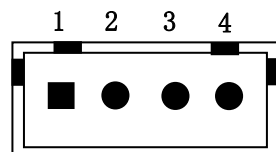

图 2-4 电源插座
- ◆ 电源插座：在打印机背面，采用4PIN插座，见图2-4，电源引脚定义：见表2-1。